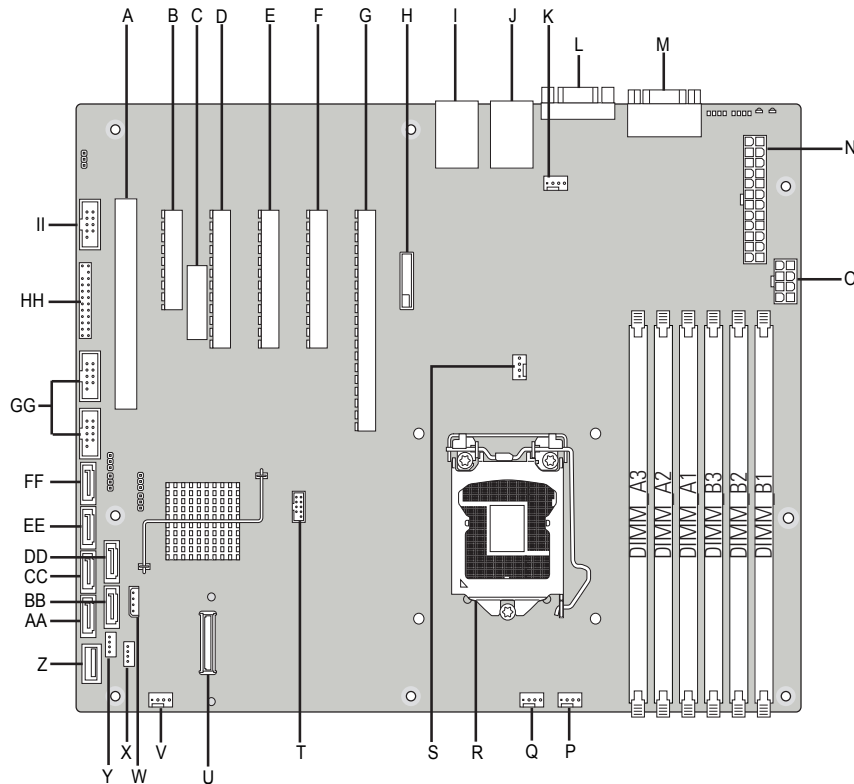

Abbildung 3. Position der Anschlüsse und Komponenten auf dem Mainboard
In Abbildung 3 sind die Positionen der wichtigsten Komponenten des Mainboards dargestellt.
5. Suchen Sie den Prozessorsockel (siehe Seite 10, Abbildung 3).